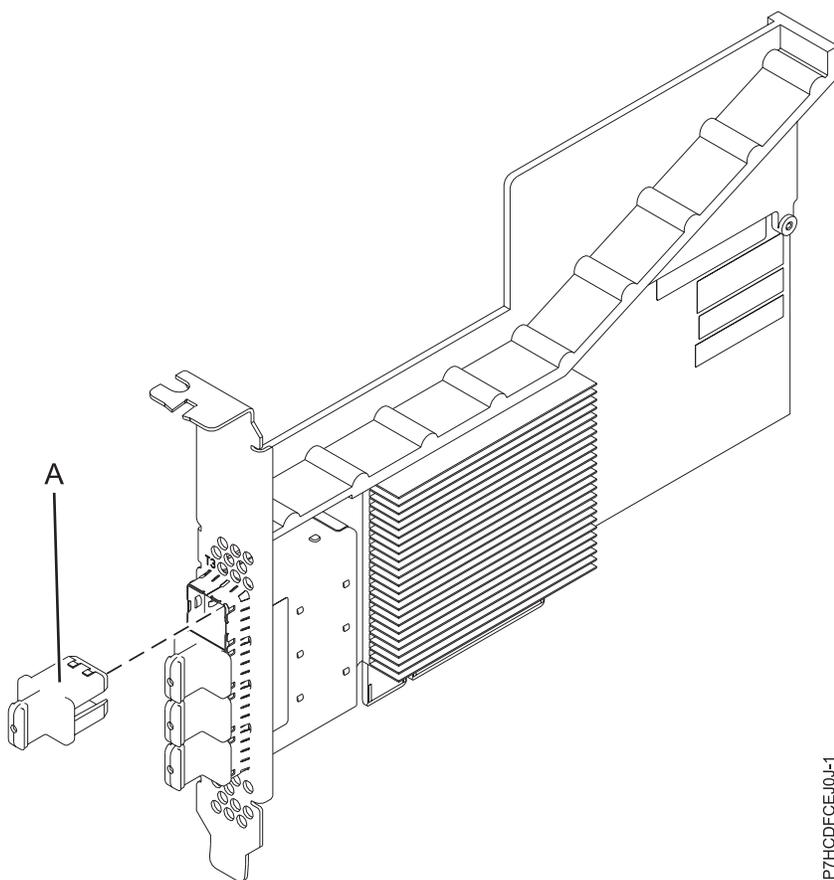

Figure 12. Carte SAS PCIe3 RAID
La carte PCIe3 SAS RAID quatre ports 6 Gb est une carte PCI Express (PCIe), SAS RAID, de troisième génération, courte et à faible encombrement mais destinée à une installation pleine hauteur. La carte est destinée à des applications SAS (Serial Attached SCSI) hautes performances et haute densité. Elle prend en charge le raccordement de disque SAS et de bande magnétique SAS à l'aide de quatre connecteurs mini-SAS haute densité (HD) x4 qui permettent d'utiliser les liaisons physiques dans différentes configurations étroites et larges de ports. Le raccordement de bande magnétique n'est pris en charge qu'avec une configuration de carte unique et ne peut pas être combiné avec un disque SAS sur la même carte. L'adaptateur ne dispose pas d'un cache en écriture. La figure 12, à la page 36 illustre la carte PCIe3 SAS RAID quatre ports 6 Gb.
La figure 12 représente la carte. Le capuchon du connecteur (A) est installé dans un port vide et empêche que ce port ne soit endommagé lorsqu'un câble d'un connecteur de port adjacent est branché ou retiré.